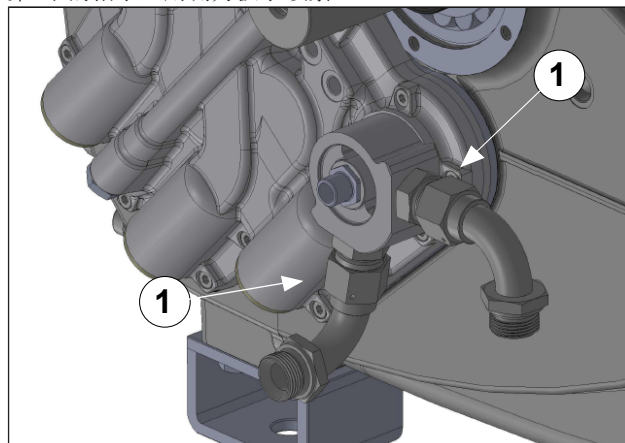

图 131
拧紧交换器管的两个连接曲管（位置①，图 131），并按照第3节的指示，用测力扳手锁紧。